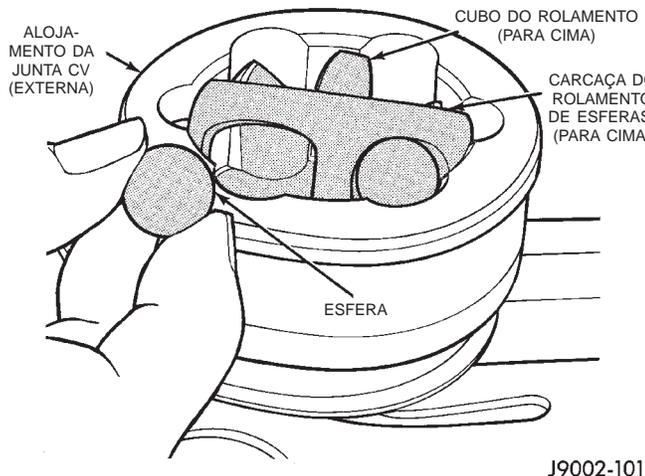

Fig. 15 Remoção da Esfera
(8) Prenda a junta C/V externa em uma posição vertical. Coloque o eixo curto em um torno leve.
(9) Pressione um lado da carcaça/cubo do rolamento para inclinar a carcaça. Isso irá possibilitar o acesso a uma esfera no lado oposto da carcaça. Se a junta C/V estiver apertada, utilize um martelo e um mandril de latão para afrouxar o cubo do rolamento. **Não deixe que o mandril toque a carcaça do rolamento.**
(10) Remova a esfera da carcaça do rolamento (Fig. 15). Se necessário, use um pé de cabra pequeno para soltar a esfera da carcaça.